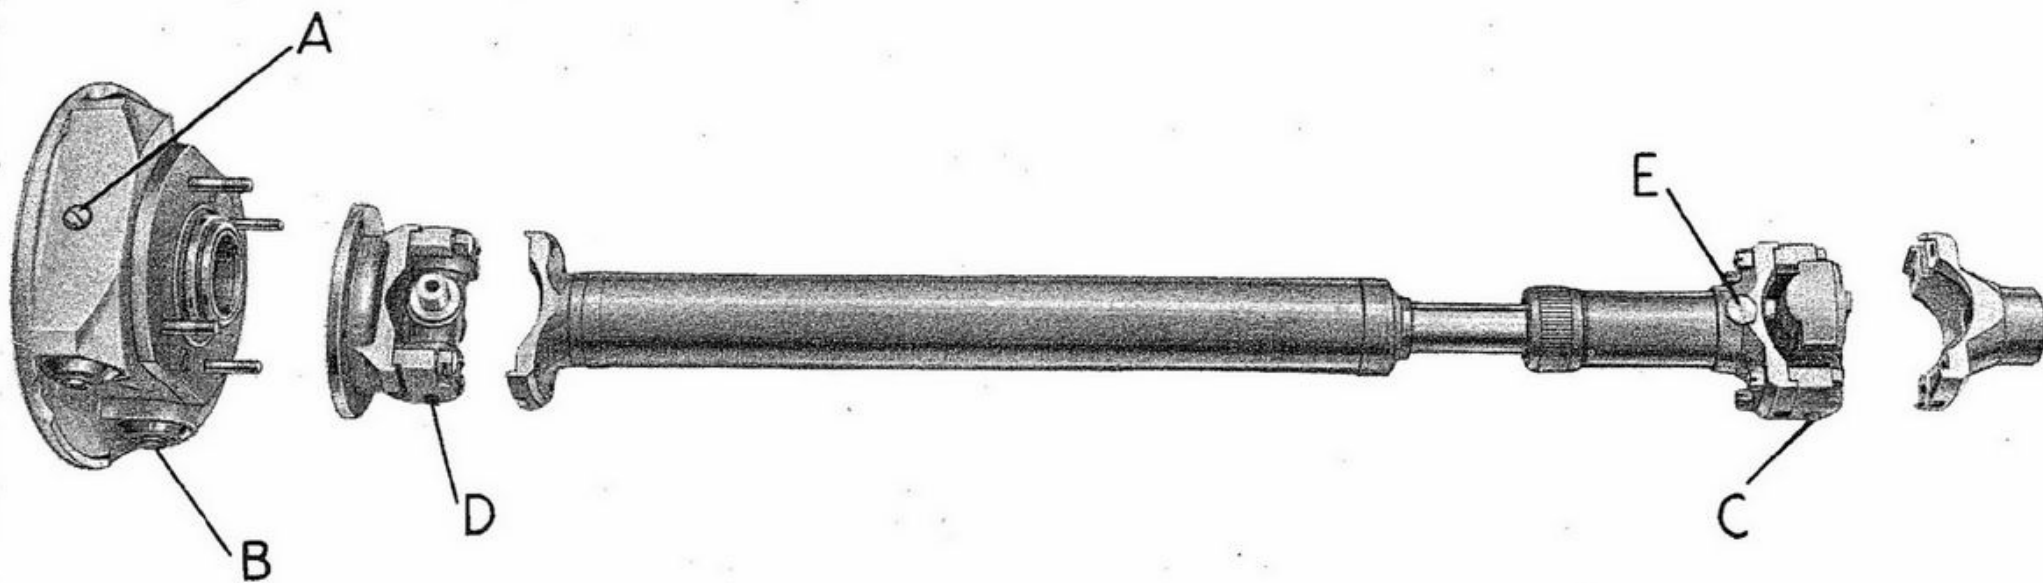

Fig. 27 - Gruppo trasmissione cardanica
Trasmissione cardanica (vedere fig. 27).
Per mettere del lubrificante nel giunto elastico (vedere fig. 27) svitare la vite (A) sul corpo del giunto e le quattro viti (B) sui tappi di chiusura camere pistoni; iniettare poi dell'olio denso tanto nel giunto che nei tappi.
Le crociere devono essere lubrificate ogni 2000 Km. circa. Sulla crociera parte scatola differenziale (vedere fig. 27) svitare la vite (C), sulla crociera parte scatola cambio svitare la vite (D).